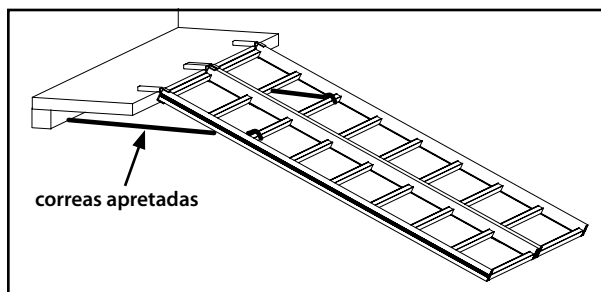

Figura 2
1. En suelo nivelado, abra la rampa completamente y apóyela en la puerta trasera. **CONSULTE LA FIGURA 2.** Asegúrese de que la rampa esté centrada en la puerta trasera.